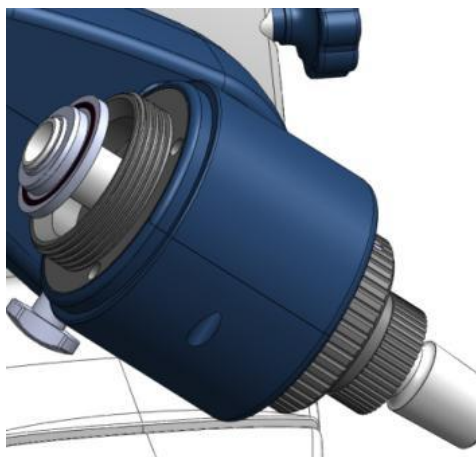

Рис.10
1) Установите уплотнительное кольцо (Рис. 10, 11).